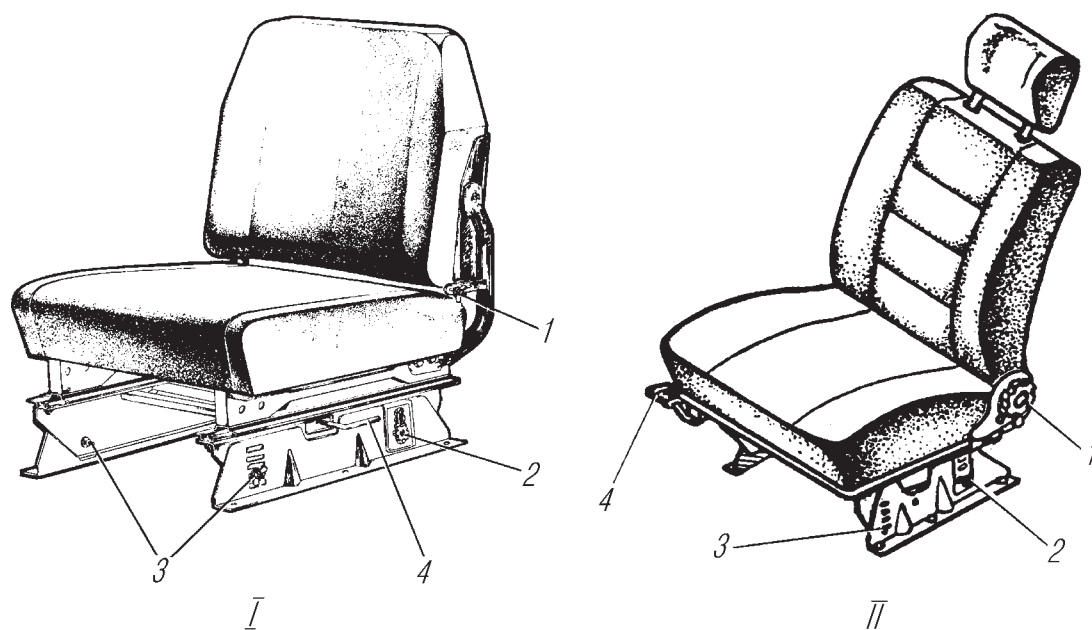

Рис. 95. Сиденье водителя:
**Сиденья водителя и пассажиров** отдельные, амортизирующий элемент — резиновые ремни и губчатая резина. Положение сиденья водителя можно регулировать, перемещая его вперед или назад. Предел регулировки 110 мм. Ручкой 4 (рис. 95), находящейся с левой стороны подставки (рис. 95, I) или с правой стороны подставки (рис. 95, II), сиденье фиксируется в нужном положении. Сиденье водителя имеет механизм изменения наклона подушки и положения сиденья по высоте с пределом регулирования 80 мм. Для изменения положения сиденья по высоте отвернуть два передних винта 3 с левой и правой сторон сиденья. Установив необходимую высоту его передней части, завернуть винты на несколько оборотов, но не туго, ослабить крепление задней части сиденья отворачиванием двух винтов 2 на четыре-пять оборотов.
Спинка сиденья водителя имеет регулировку угла наклона. Для изменения угла наклона спинки отвернуть на два-три оборота с левой и правой сторон сиденья гайки 1 (рис. 95, I) и, выбрав нужное положение спинки, снова их надежно завернуть, или воспользоваться рукояткой 1 (рис. 95, II), находящейся с левой стороны сиденья.